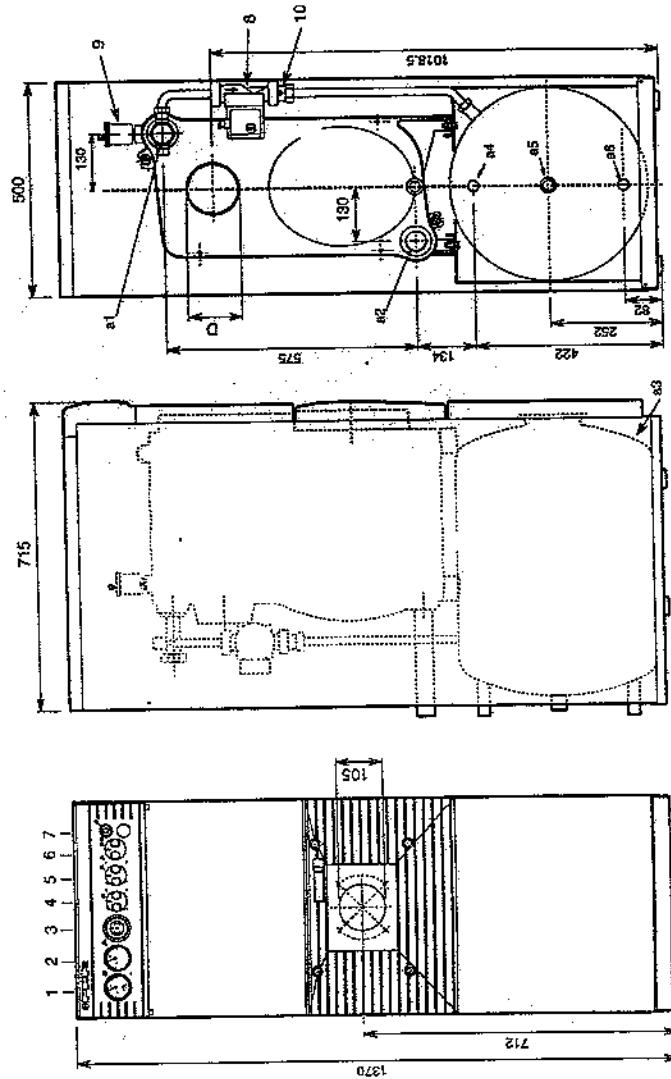

Fig. 2
2.01 Afmetingen en technische gegevens (fig. 2 - tab. 1)
N.B.: Wanneer de ketel functioneert voor het s.w.w., is het primair circuit op hoge temperatuur. Zodra de boiler op temperatuur is zal de brander en de boileraadpomp stoppen. De thermische inertie kan in dat geval een gevoelige verhoging van de temperatuur veroorzaken en de veiligheidsaquastaat in werking stellen. Om dit te voorkomen werk de GGNK voorzien van een pompenlogika (TC). Hierdoor wordt de boileraadpomp in bedrijf gehouden tot de keteltemperatuur voldoende is gedaald.
De waterzijdige aansluiting dient te gebeuren zoals aangegeven op fig. 2. De aansluiting dient zo uitgevoerd te worden dat de buizen vrij zijn van spanning. Het is verplicht veiligheidskleppen te plaatsen in het waterzijdig circuit, zowel voor verwarming (3 bar) als sanitair (6 bar), zo dicht mogelijk bij het toestel. Het is aanbevolen tussen het toestel en de twee circuits (verwarming en sanitair) aftapkranen te plaatsen.